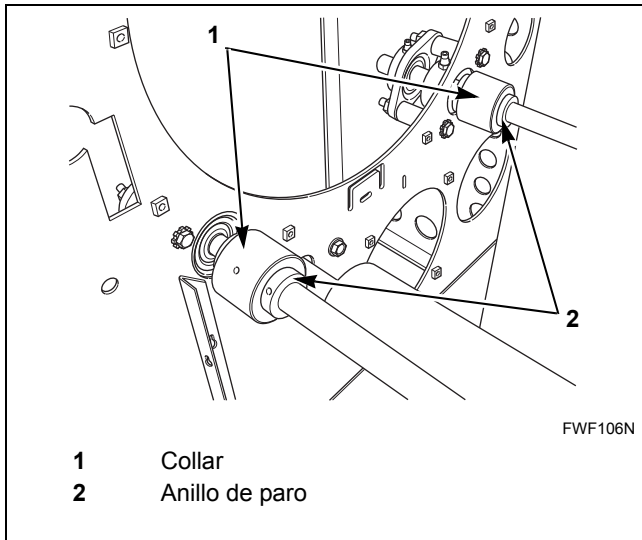

Figura 37
1. Los collarines se montan sobre el rodillo. Cada lado del collarín cuenta con dos anillos de paro para evitar el movimiento. Consulte la *Figura 37*.